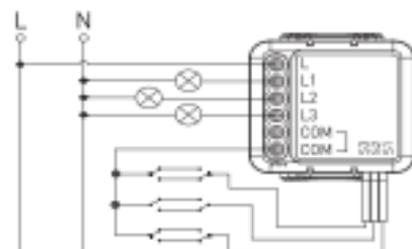

Рисунок 2.8
- с проходными выключателями (см. рисунок 2.8);